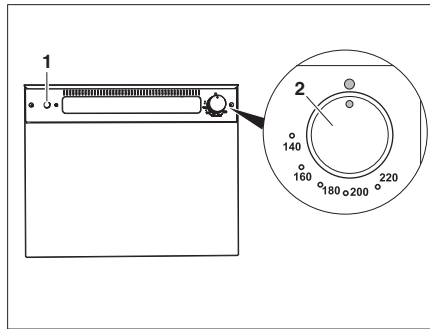

Fig. 316 Four à gaz (Thetford)
- Appuyer légèrement sur le bouton tournant (Fig. 316,2) et le tourner vers la gauche sur une position quelconque.
- Appuyer plusieurs fois sur l'interrupteur d'allumage (Fig. 316,1) jusqu'à ce que la flamme brûle.
- Tourner le bouton tournant (Fig. 316,2) sur "O". La flamme s'éteint.